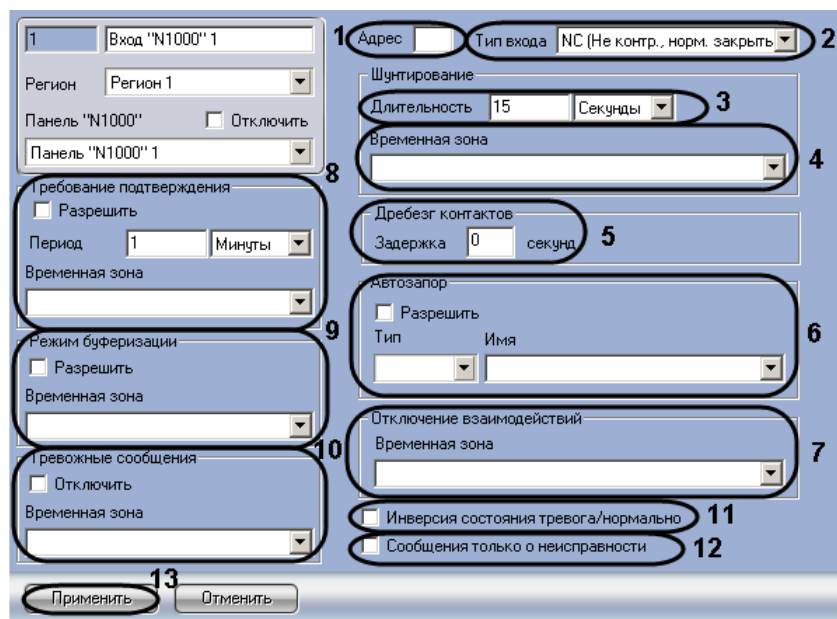

Рис. 3.5—2 Панель настроек объекта Вход "N1000"
2. Ввести адрес входа в поле **Адрес** (см. Рис. 3.5—2, 1).
3. Из раскрывающегося списка **Тип входа** выбрать тип входа (см. Рис. 3.5—2, 2).